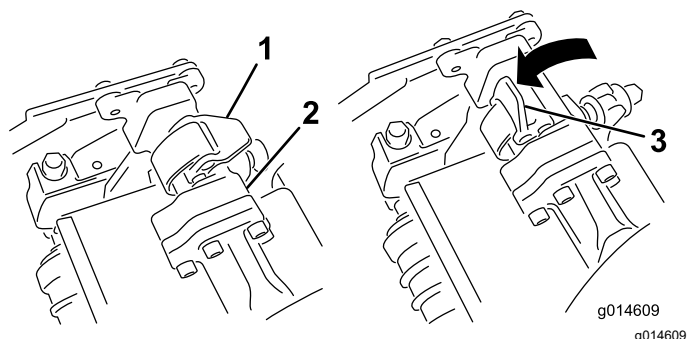

図 56
4. サスペンションアームのバーについているラッチ **図 56**を開き、サスペンションアームを押し下げて
5. ラッチを下げて閉じるとカッティングユニットのバーがロックされてユニットがアームにセットされる **図 56**。
6. 取り外したいカッティングユニットのサスペンションアームのバーについているラッチを開く 図 56。